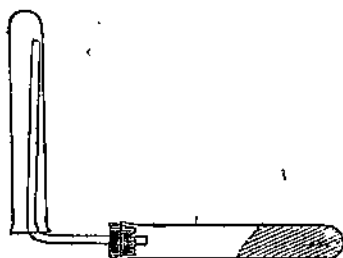

Рис. 85.
2. Смесь всыпьте в сухую пробирку с сухой отводной трубкой (рис. 85). На свободный конец трубки наденьте вторую сухую пробирку отверстием вниз. Укрепите пробирку со смесью в положении почти горизонтальном (небольшой наклон, отверстием книзу). Нагревайте пробирку. Газ, собирающийся в открытой пробирке, испытайте у отверстия пробирки мокрой розовой лакмусовой бумажкой. Что происходит?